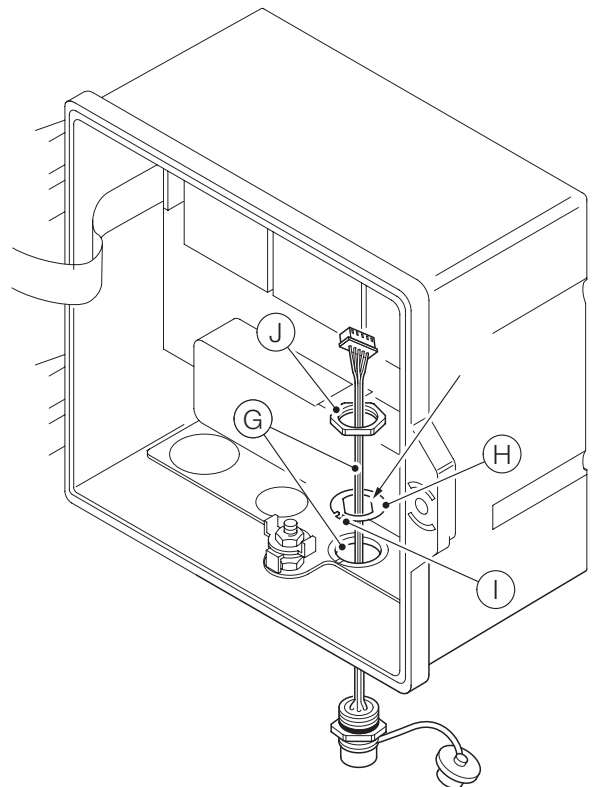

Figura 12 Preparazione degli elementi di fissaggio dei cavi dei connettori EZLink
Con riferimento a Figura 12:
- 7 Inserire la linguetta di allineamento (I) nella fessura della piastra pressacavi (K) (nella versione con involucro in plastica) o nella scanalatura presente nella fusione dell'involucro (nella versione con involucro metallico).
- 8 Inserire il corpo del connettore EZLink (L) completamente nell'ingresso cavi e allineare il corpo del connettore utilizzando le superfici piane della rondella di allineamento (vedere la Figura 12).
- 9 Avvitare il controdado (J) sul corpo del connettore e serrarlo con una chiave.